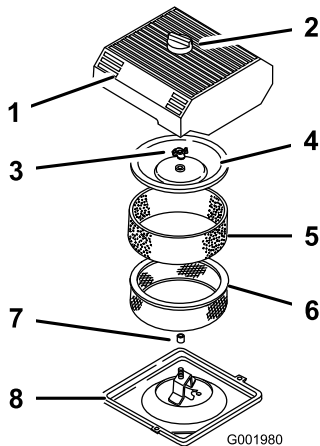

Figura 42
3. Limpie alrededor del limpiador de aire de forma que la suciedad no penetre en el motor y cause daños (Figura 42).
4. Afloje el pomo de la tapa del limpiador de aire y retire la tapa (Figura 42).
5. Deslice cuidadosamente el filtro de gomaespuma para separarlo del filtro de papel (Figura 42).
6. Desenrosque la tuerca de la tapa y retire la tapa y el filtro de papel (Figura 42).
1. Deslice cuidadosamente el filtro de gomaespuma sobre el filtro de papel (Figura 42).
3. Coloque la tuerca de la tapa con la presión de los dedos solamente contra la tapa (Figura 42).
4. Instale la tapa del limpiador de aire y el pomo (Figura 42).